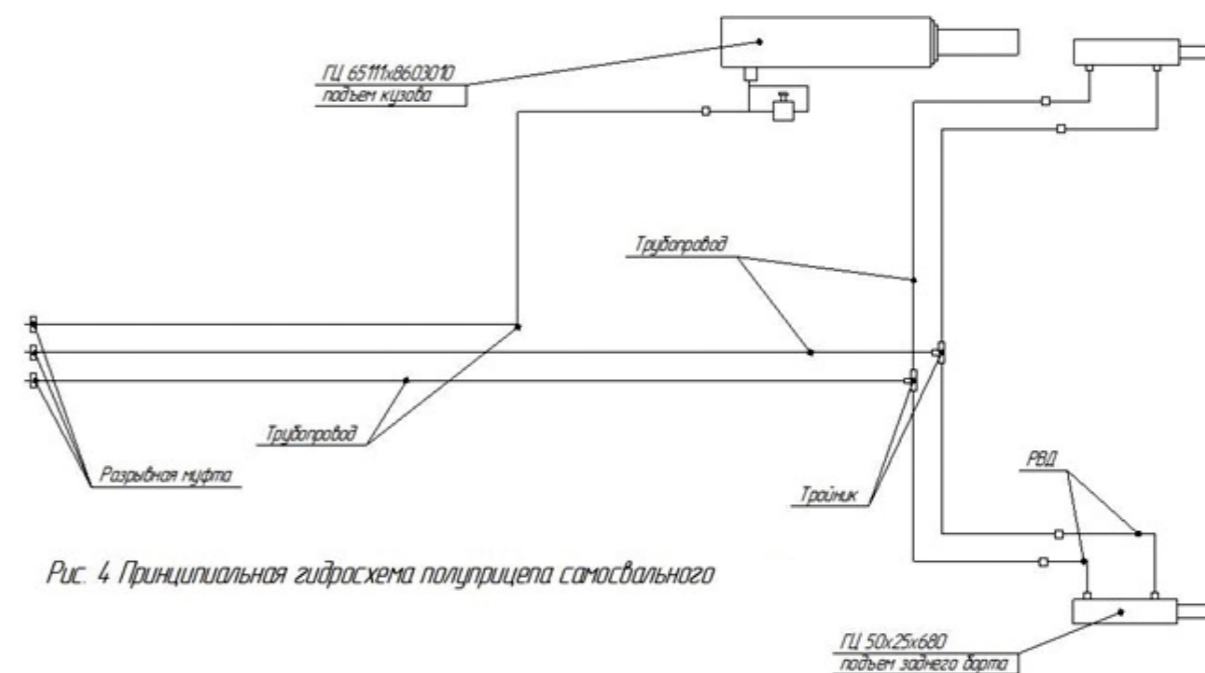

Рис.4 Принципиальная гидросхема полуприцепа самосвального
4.8 Гидросистема опрокидывающего механизма (рис.4) работает от гидросистемы трактора и состоит из одного телескопического гидроцилиндра подъема-опускания кузова, клапана ограничения подъема кузова, двух гидроцилиндров подъема-опускания заднего борта, разрывных муфт, трубопровода и шлангов высокого давления. Разрывные муфты служат для быстрого соединения и разъединения гидросистемы полуприцепа и трактора, а также для предохранения от обрыва рукавов при трогании трактора.
4.9 Гидросистема полуприцепа может опционально оборудоваться автономной гидравлической станцией на подъем кузова основным гидроцилиндром. Функционирование гидростанции осуществляется от насоса с приводом от ВОМ трактора (рис. 4а). Для приведения в действие автономной гидросистемы необходимо подсоединить насос (устанавливается на дышло полуприцепа) карданным валом (входит в комплект) с валом отбора мощности трактора. Рекомендуемые обороты ВОМ – 540 об/мин. При включении ВОМ происходит подача масла в гидроцилиндр полуприцепа, при отключении ВОМ происходит обратный спуск масла в масляный бак автономной системы. К автономной системе подключается только гидроцилиндр подъема кузова, гидроцилиндры открывания заднего борта подключаются к гидросистеме трактора.
Рисунок 4а. Схема принципиальная автономной гидростанции.